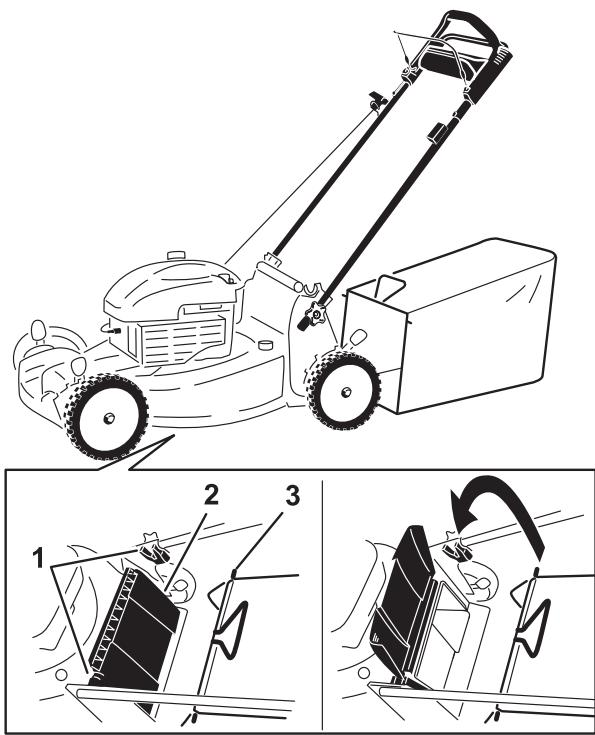

Figura 16
- Levante y sujeté el deflector trasero (Figura 16).
- Instale la bolsa de recogida, asegurándose de que los pasadores de la bolsa descansan en las muescas del manillar (Figura 16).